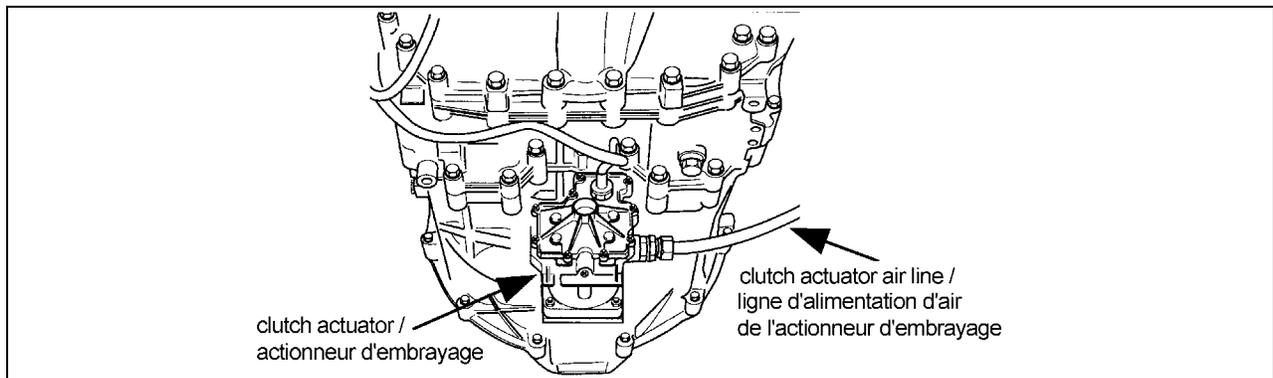

Figure 1: LOCALISATION DE L'ACTIONNEUR ET DE LA LIGNE D'ALIMENTATION D'AIR
1. Localiser directement sous la transmission, l'actionneur d'embrayage et la ligne d'alimentation d'air (Figure 1).